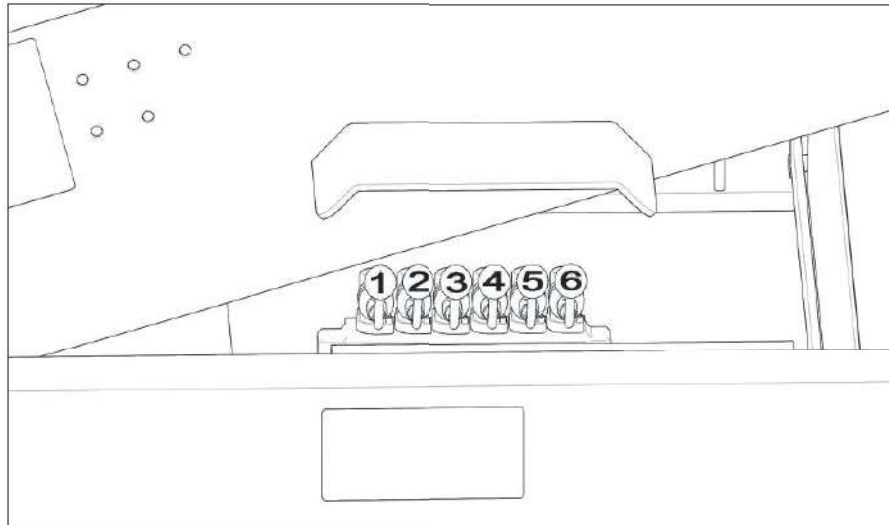

Figure 5.2 - Bedieningshendels
2. Schuif de toevoerband naar achteren met behulp van hendel (1) op afb. 5.2.